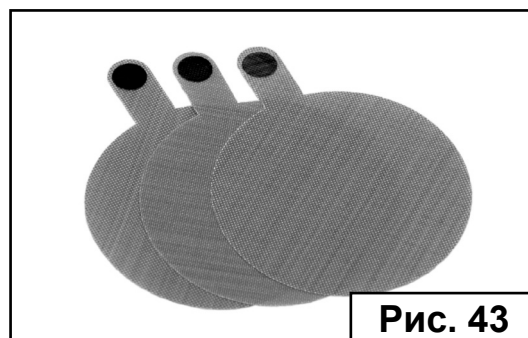

Рис. 43
1. Извлеките специальную салфетку из упаковки (Рис. 43).